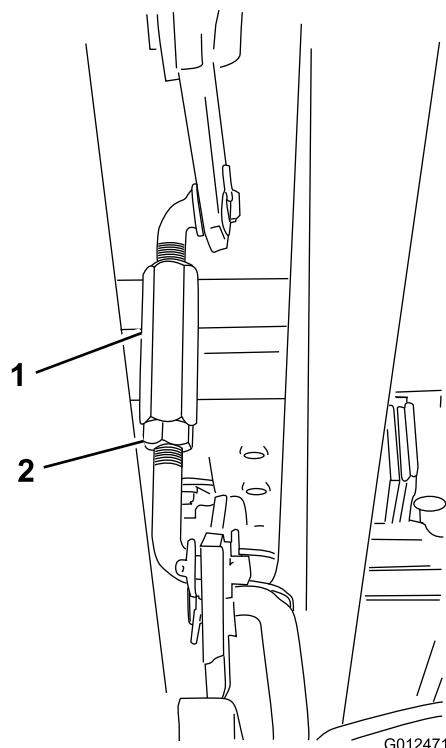

Figura 47
8. Desaperte a porca de bloqueio na extremidade do tensor (no lado direito da máquina; consulte Figura 47) e ajuste o tensor até a distância entre a ponta dianteira da lâmina esquerda e a superfície plana ser 55 mm.